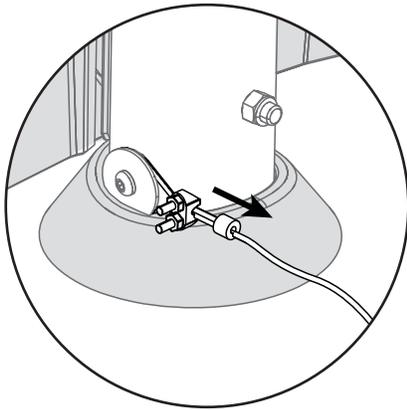
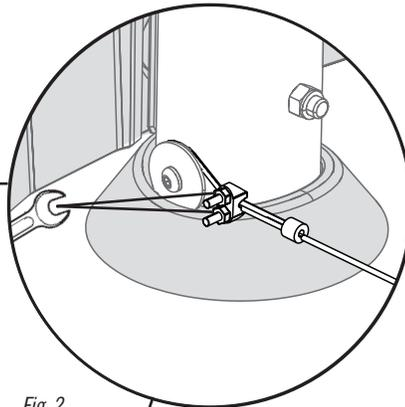
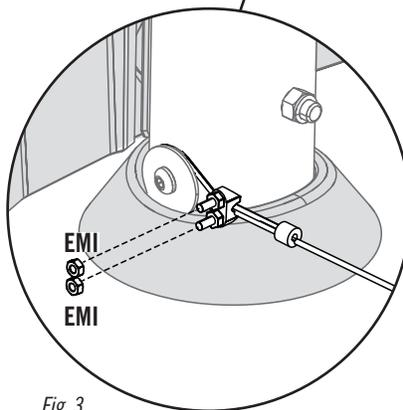

Fig. 1
Fig. 2
Fig. 3
- Entfernen Sie nun den Durchhang im Kabel (Abb. 1) und ziehen Sie dann die Muttern, die sich bereits am Kabel befinden, wie dargestellt (Abb. 2) an. Befestigen Sie zwei zusätzliche Sätze von **Muttern (EMI)** (Abb. 3, 4) am Kabel, um freiliegende Gewinde abzudecken.